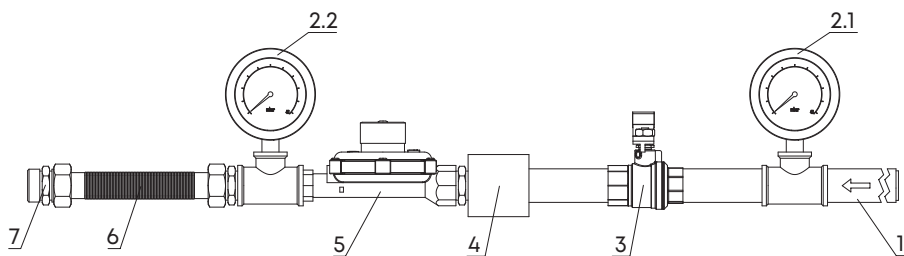
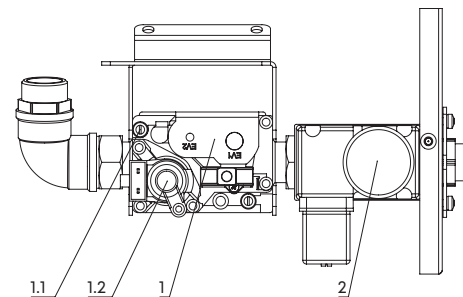

Рис. 4. Подключение тепловентилятора к газовой трубе
Рис. 5. Узел газовых клапанов
Узел газовых клапанов (1, рис. 5) настроен на максимальное давление подачи газа 60 мбар. Если давление подачи превышает указанное значение, может произойти разрыв предохранительной мембраны клапана с защитной блокировкой клапана.
Перед началом монтажа проверьте, что тип подключаемого газа и его давление соответствуют рабочей настройке аппарата, указанной на этикетке на узле газовых клапанов (1, рис. 5) в соответствии с таблицей 1 данного руководства. При этом требуемое давление газа на входе в аппарат должно обеспечиваться во время работы горелки.
- открыть отсечной кран газа (3, рис.4) и проверить герметичность патрубков в соединении с теплогенератором.
Аппарат может работать по одной из категорий, приведенных в таблице 1, то есть работать на природном газе G20 (метан) или сжиженном газе G31 (пропан) в зависимости от его настройки. Рабочая категория (заводская настройка) указана на маркировочной табличке аппарата и на этикетке на узле газовых клапанов (1, рис. 5). Для перехода к другой категории, то есть другому типу газа, необходимо выполнить операции, перечисленные в разделе «Настройка на другой тип газа». При первом включении аппарата необходимо выполнить следующие операции:
- определить категорию аппарата по этикетке на узле газовых клапанов (1, рис. 5);
- подключить аппарат к газу, тип и давление которого соответствуют категории аппарата (указаны на этикетке на узле газовых клапанов (1, рис. 5) и в таблице 1).
- настроить реле газа (2, рис. 5) на давление, указанное для категории в таблице 1;
- ослабить винт на штуцере (1.1, рис. 5) на узле газовых клапанов (1, рис. 5), подключить к нему манометр;
- определить давление газа на входе в аппарат по манометру (2.2, рис. 4). Оно должно соответствовать давлению, указанному на этикетке на узле газовых клапанов (1, рис. 5) в соответствии с таблицей 1. При необходимости скорректируйте входное давление регулятором давления (5, рис. 4);
- определить давление газа на горелку по манометру, подключенному к выходному штуцеру (1.1, рис. 5). Оно должно соответствовать давлению, указанному на этикетке на узле газовых клапанов (1, рис. 5) в соответствии с таблицей 1. При необходимости настройте давление поворотом регулятора давления (1.2, рис. 5) на узле газовых клапанов (1, рис. 5). Для этого снимите колпачок регулятора и отверткой поверните винт по часовой стрелке для увеличения давления или против для уменьшения.
- настроить регулятор давления узла газовых клапанов (1.2, рис. 5) на давление горелки, указанное для категории в таблице 1, для этого:
- ослабить винт на штуцере (1.1, рис. 5) на узле газовых клапанов (1, рис. 5) и подключить к нему манометр;
- определить давление газа на горелку по манометру, подключенному к выходному штуцеру (1.1, рис. 5). Оно должно соответствовать давлению, указанному в таблице 1 для настраиваемой категории. Настройте давление поворотом регулятора давления на узле газовых клапанов (1.2, рис. 5). Для этого снимите колпачок регулятора и отверткой поверните винт по часовой стрелке для увеличения давления или против для уменьшения;